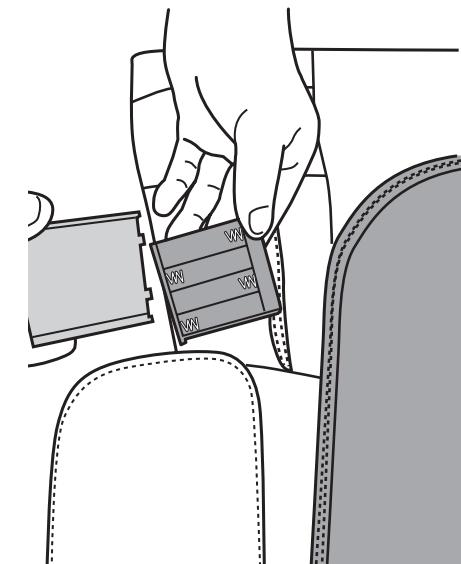

Fig.12
4. Utilisez vos doigts pour retirer le couvercle du compartiment des piles, puis installez quatre piles alcalines AA (Fig.12).